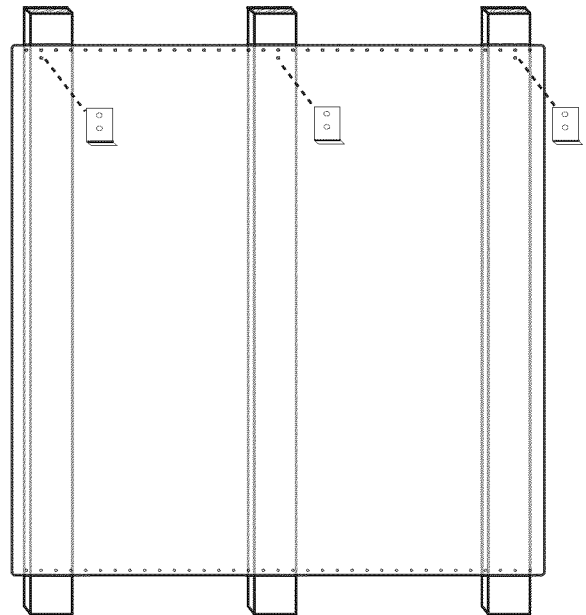

Figure 17 : Dossieret de protection avec étagère garde-chaud
3. À l'endroit indiqué sur la *Figure 17* fixez les supports inférieurs fournis avec l'étagère garde-chaud à travers le dossieret de protection, dans les montants de cloison.